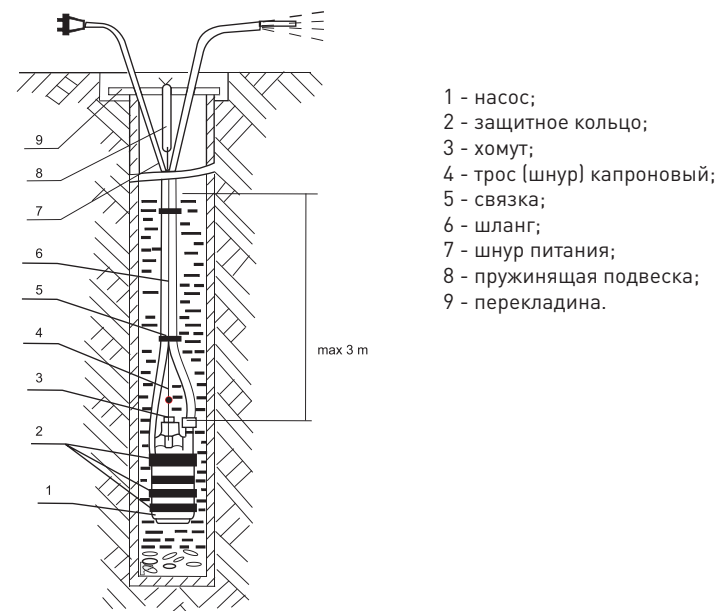

Рис. 2. Установка насоса в колодце или скважине.
- Варианты установки насоса в соответствии с рис. 2 или 3.